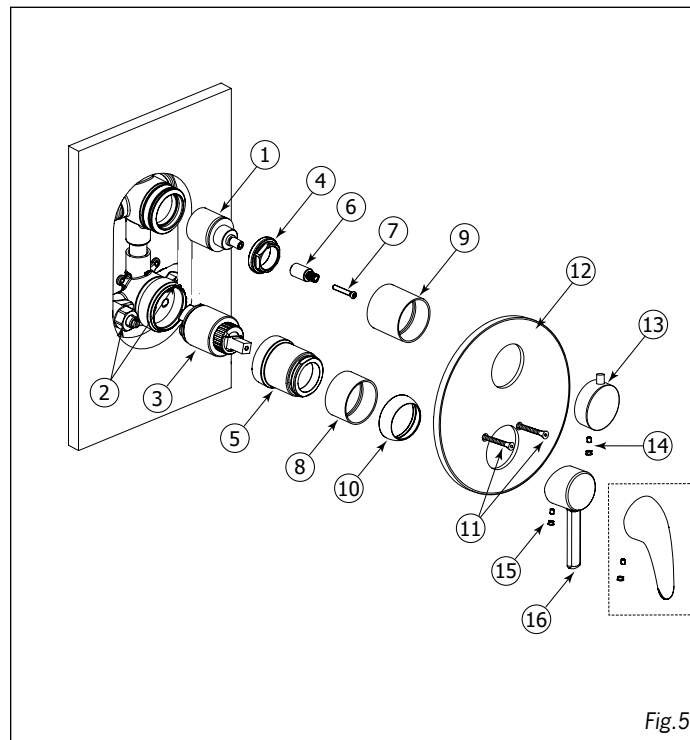

Fig.5
Shut off the main water supply, then remove all the components from (6) to (16). (See Fig.5). Afterwards, shut off the 2 check valves (2) by turning clockwise with a screwdriver. Unscrew the cartridge holder (5), the large nut (4) and remove the cartridges (1 & 3).
Fermer l'alimentation d'eau principale et démonter toutes les composantes de (6) à (16) (Voir Fig.5). Ensuite, fermer les deux valves d'arrêt (2) en les tournant dans le sens des aiguilles d'une montre avec un tournevis. Dévisser les manchons de valves (4 & 5) et enlever les cartouches (1 & 3).